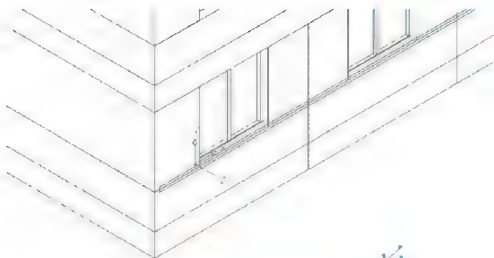

图 6.64 绘制窗台线模型
- (3) 在指定下一个点或[圆弧(A)/半宽(H)/长度(L)/放弃(U)/宽度(W)]:提示下,输入“W”后按 Enter 键。
- (4) 在指定起点宽度<0.0000>:提示下,输入“120”。
- (5) 在指定端点宽度<120.0000>:提示下,按 Enter 键执行尖括号内的值。
- (6) 在指定下一点或[圆弧(A)/闭合(C)/半宽(H)/长度(L)/放弃(U)/宽度(W)]:提示下,打开【正交】功能,将光标向 X 轴的正方向拖动,输入“20220”,表示该窗台线长度为 20220mm。
- (7) 按 Enter 键结束命令,结果如图 6.64 所示。